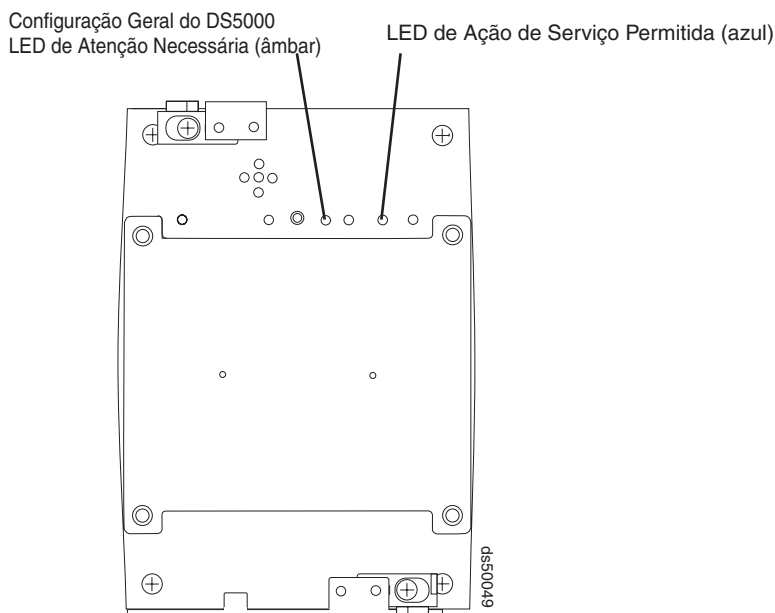

Figura 132. LEDs de Atenção Necessária e de Ação de Serviço Permitida da Unidade de Interconexão de Baterias
4. O LED de status de Ação de Serviço Permitida está ligado? (A Figura 132 mostra o local do LED de status de Ação de Serviço Permitida na unidade de interconexão de baterias).